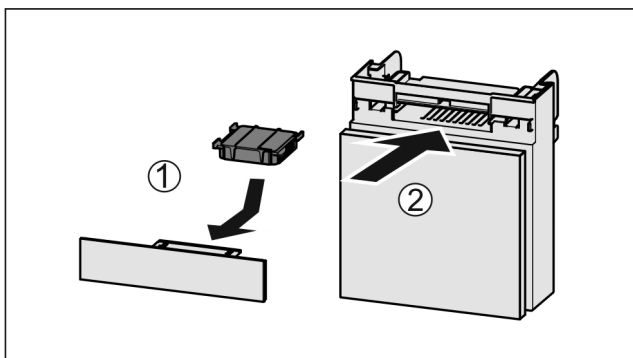

Fig. 121
- Actiefkoolfilter overeenkomstig afbeelding aanbrengen Fig. 121 (1).
- Lade erin schuiven Fig. 121 (2).